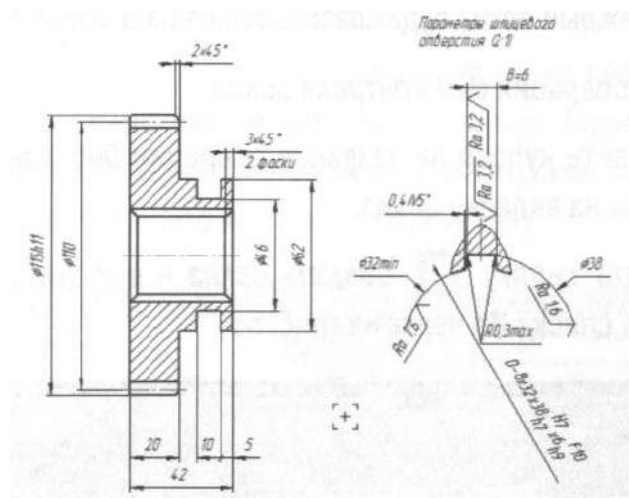

Рисунок 57
12. Нажмите кнопку  **Редактировать** на вкладке **Эскиз**. Открылось окно программы КОМПАС-График. Удалите из эскиза ненужные элементы таким образом, чтобы ваш эскиз соответствовал рис. 57. Нажмите кнопку  **Сохранить** на панели инструментов системы КОМПАС.